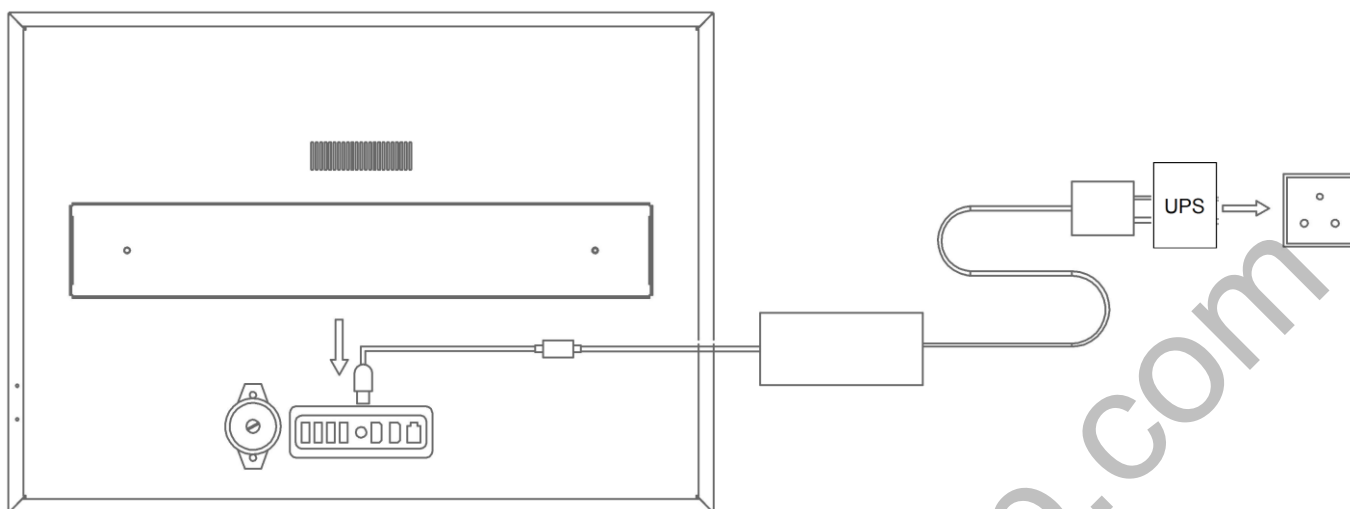

Рис.3 Підключення адаптера живлення
4.10.3 Підключити адаптер живлення до табло згідно з рис.3.